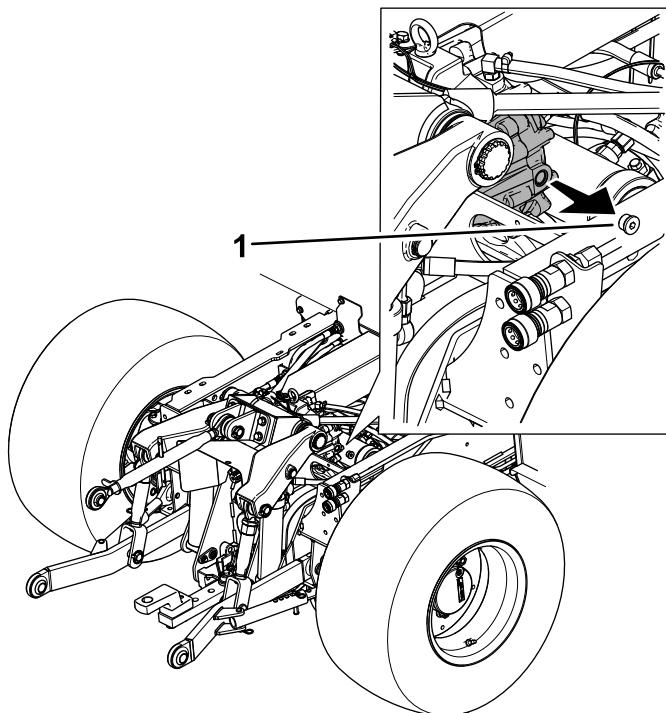

Figura 107
2. Retire el tapón de la mirilla de la caja de engranajes de la TDF trasera (Figura 107).